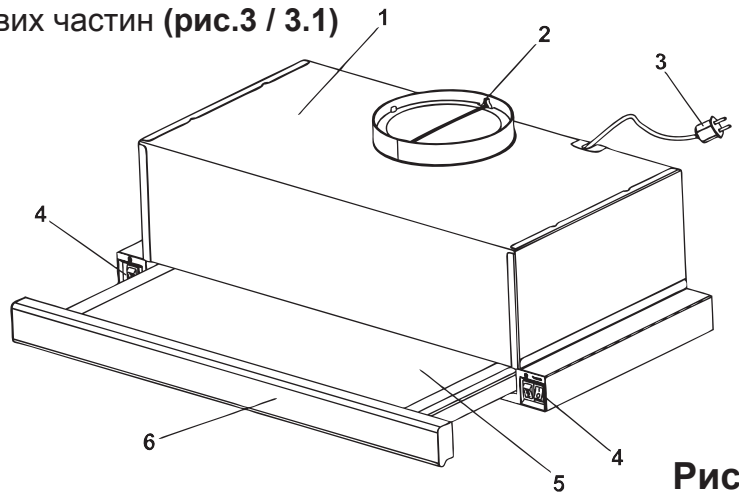

Рис.3
УВАГА! Додатково виріб виготовляється з наступними декоративними елементами (**рис.3**):
5.3 Витяжка складається з наступних складових частин (рис.3 / 3.1)